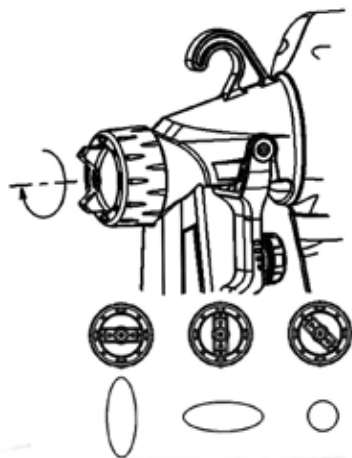

рис. 2
6.3 Факел можно настроить с помощью поворота распылительной головки (рис. 1 поз.7), как показано на рис.2.